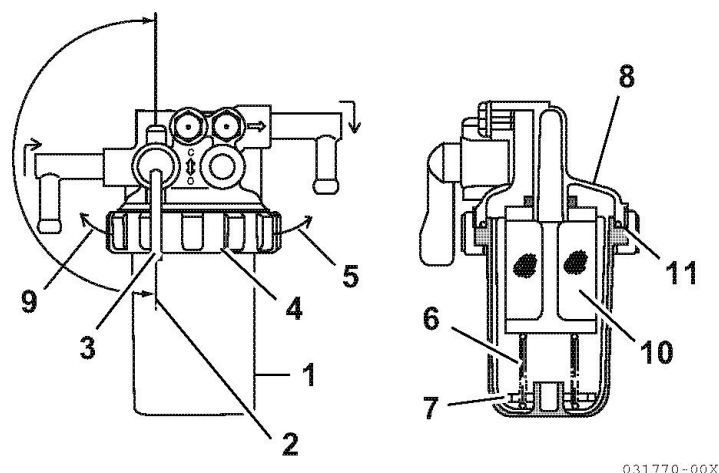

Рисунок 7
1. Поместите соответствующий контейнер под топливным фильтром / водным сепаратором (1, рисунок 7), чтобы собрать загрязняющие примеси.
2. Закройте (2, рисунок 7) топливный кран (3, рисунок 7).
3. Повернуть стопорное кольцо (4, рисунок 7) налево (9, рисунок 7).
4. Осторожно снимите чашку (1, рисунок 7). Удалите фиксирующую пружину (6, рисунок 7) и плавающее кольцо (7, рисунок 7) из чашки. Вылейте топливо в контейнер и утилизируйте отходы в соответствии с действующим законодательством и нормативными актами. Под основанием чашки держите полотенце, чтобы не допустить капания топлива. Немедленно вытрите любую пролитую жидкость.
6. Проверьте состояние сетчатого фильтра (10, рисунок 7). В случае необходимости, промойте сетчатый фильтр.
7. Проверьте состояние кольцевого уплотнителя (11, рисунок 7). В случае необходимости, замените кольцевой уплотнитель.
8. Поместите плавающее кольцо (7, рисунок 7) и фиксирующую пружину (6, рисунок 7) в чашку.
9. Повторно установите чашку в монтажный фланец (8, рисунок 7) и поверните стопорное кольцо (4, рисунок 7) направо (5, рисунок 7), затянув его только усилием руки.
10. Откройте топливный кран (3, рисунок 7).